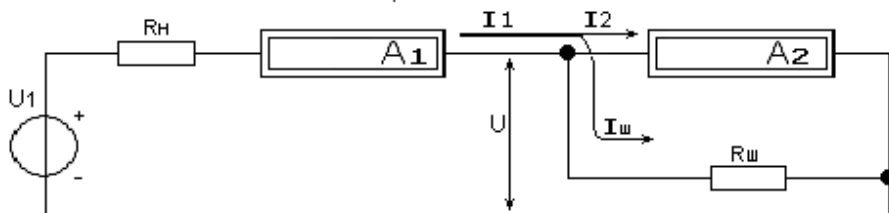

Рис. 2
Из схемы (рис.2) видно, что суммарный ток I_1 , протекающий последовательно через нагрузку R_n и амперметр A_1 ,
1. Соберите цепь в соответствии со схемой рис.2 используя соответствующие измерительные приборы. В качестве R_H и $R_{Ш}$ включите в цепь магазины сопротивлений.
2. Устанавливая в цепи собранной по схеме рис.2 (с помощью магазина сопротивлений) рассчитанные значения $R_{ш}$, проведите новую градуировку шкалы амперметра.
1. В окне EWB щелкните четвертую слева кнопку в нижнем ряду панели инструментов (**Indicators**). В развернувшемся меню найдите и достаньте на рабочее поле EWB два амперметра (**Ammeter**) для чего возьмите мышкой прямоугольник с буквой **A** внутри и дважды вытащите его на рабочий стол. Закройте это меню и щелкните по кнопке (**Basic**) с изображенным на ней резистором в панели инструментов. В открывшемся меню найдите изображение резистора (**Resistor**) и достаньте на рабочее поле два резистора. Закройте это меню и щелкните по соседней (слева) кнопке (**Sources**). В развернувшемся меню найдите и достаньте на рабочее поле EWB два элемента «общий провод» (**Ground** – «земля») и один источник ЭДС (**Battery**). Соедините все элементы в соответствии со схемой на Рис.2. В этой схеме первый резистор является изображением нагрузки R_n . При малом внутреннем сопротивлении источника ЭДС и малых сопротивлениях амперметра (как в данном случае), этот резистор определяет величину тока в цепи. Второй резистор, включенный параллельно со вторым амперметром A_2 , есть сопротивление шунта $R_{ш}$, служащее для расширения предела измерения амперметра A_2 . Первый амперметр A_1 является контрольным.